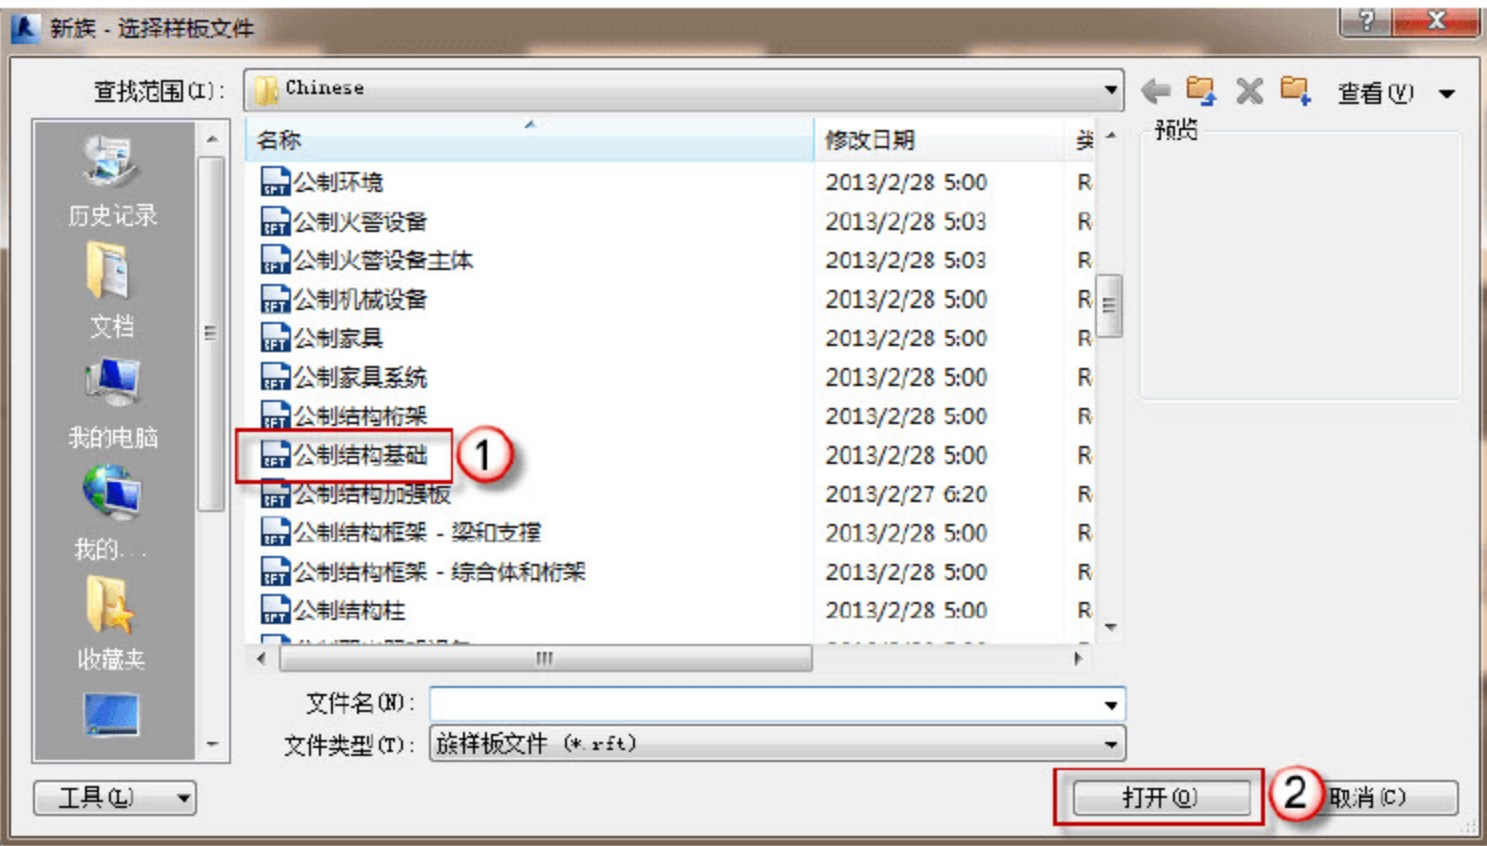

图 2.1.27 新建族样板
(1) 新建族。选择“新建”→“族”命令，在弹出的“新族-选择样板文件”对话框中，选择“公制结构基础”选项，单击“打开”按钮，如图 2.1.27 所示。